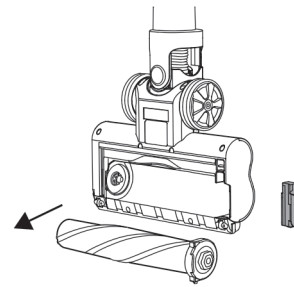

FIG. 20
3. Zdejmij pasek blokujący szczotki obrotowej i podnieś szczotkę, aby ją wyjąć. (RYS.20)